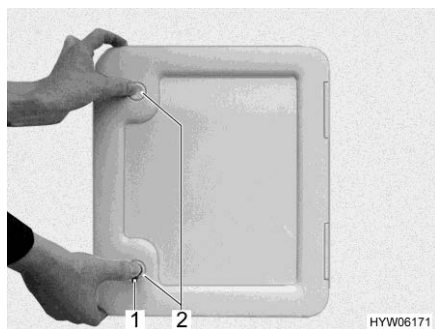

Fig. 297 Portillon pour le réservoir pour matières fécales
- Ouvrir le portillon pour le réservoir pour matières fécales à l'extérieur du véhicule. Insérer pour cela la clé dans le barillet du verrou de pression (Fig. 297,1 ou Fig. 298,1 ou Fig. 299,1) et la tourner d'un quart de tour dans le sens des aiguilles d'une montre.